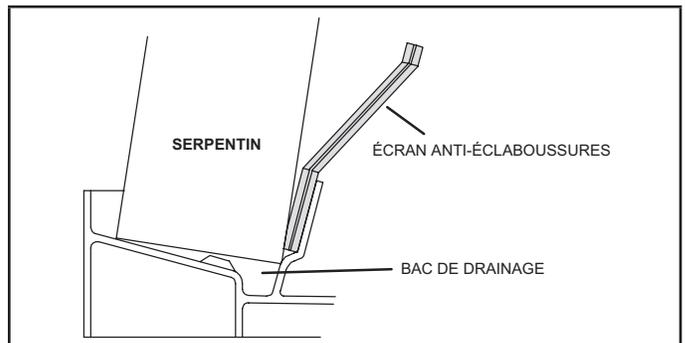

FIGURE 8. Écrans anti-éclaboussures pour configuration descendante
- 5 - En accédant par le dessous du serpentin, installez l'écran anti-éclaboussure pour configuration descendante en le fixant solidement en place comme illustré à la figure 8.